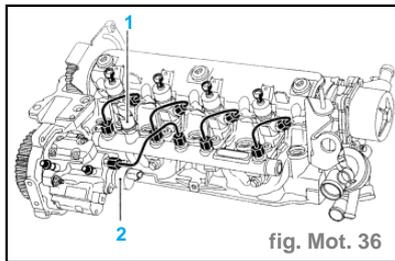

fig. Mot. 36
- Déposer le régulateur (2) en le faisant tourner dans le sens inverse des aiguilles d'une montre, (ne pas utiliser d'outil pour faire levier lors de la dépose du régulateur de la pompe). (fig. Mot. 36)
- Dévisser le capteur de pression (1). (fig. Mot. 36)